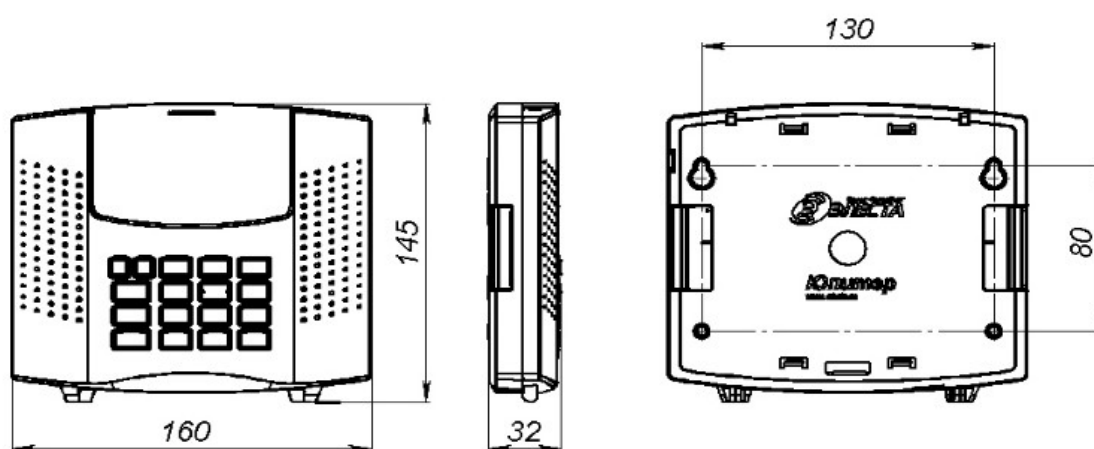

Рисунок 4.1. Габаритные и установочные размеры прибора
Прибор устанавливается в охраняемом помещении, в удобном для технического обслуживания месте. Прибор крепится к стене на высоте, удобной для наблюдения за индикацией. Прибор навешивается на два шурупа, ввинченных в стену и крепится двумя другими шурупами через отверстия в основании корпуса (рисунок 4.1).
- 3 Заверните в стену два шурупа по установочным размерам (рисунок 4.1).